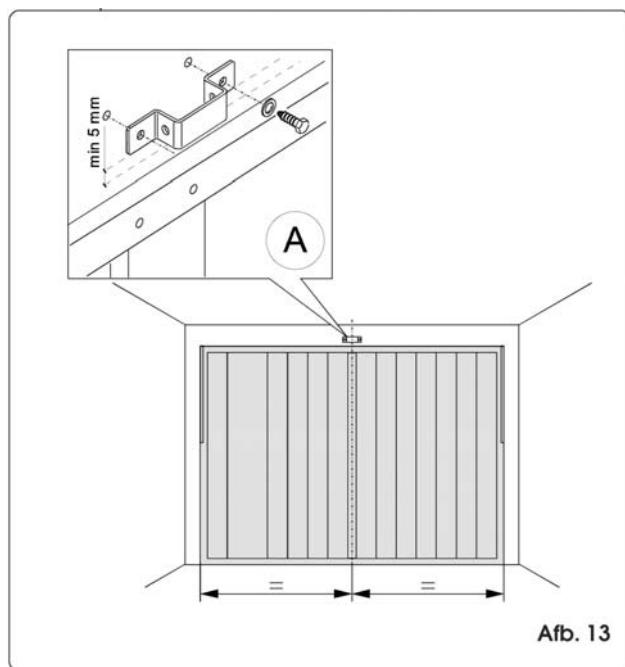

Afb. 11
- 2) Schuif het uiteinde van het kabeltje in de betreffende rode zitting (afb. 11).